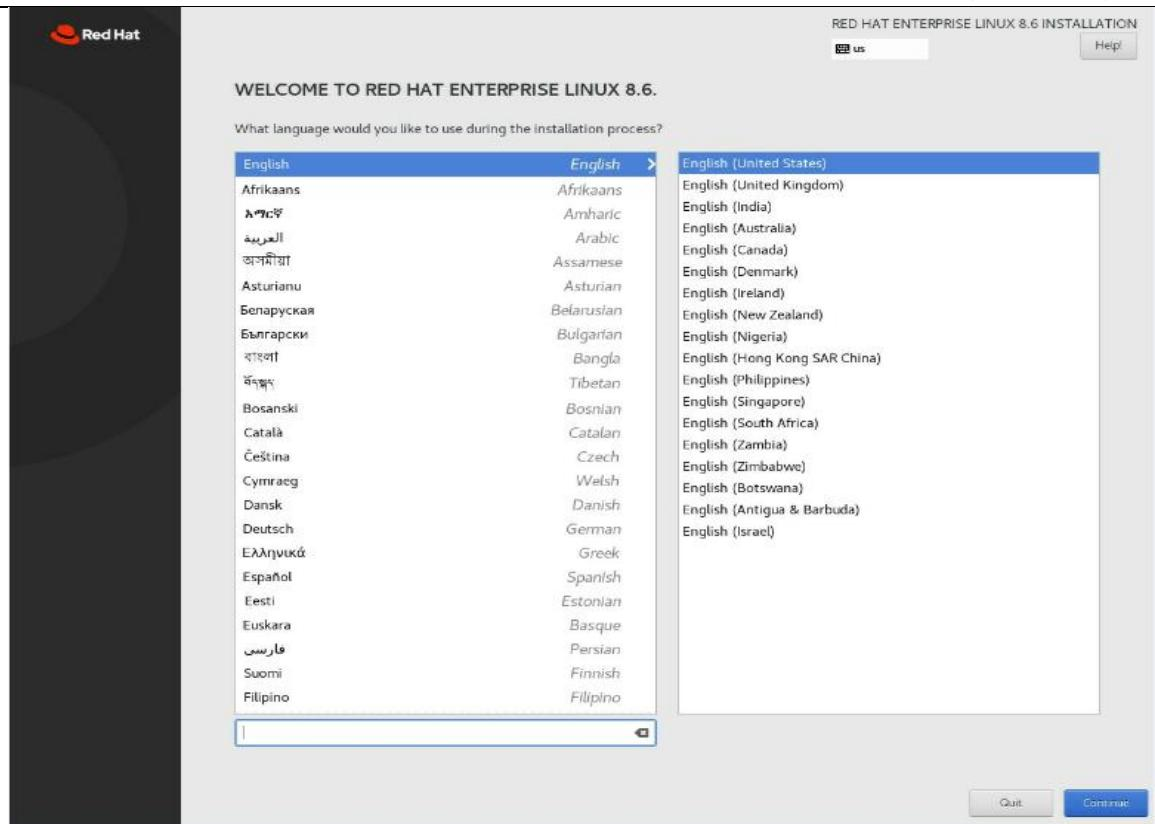

图 4-2 选择语言
4. 在语言选择界面，选择需要安装的语言（以 English 为例），点击继续（如图 4-2 所示）。